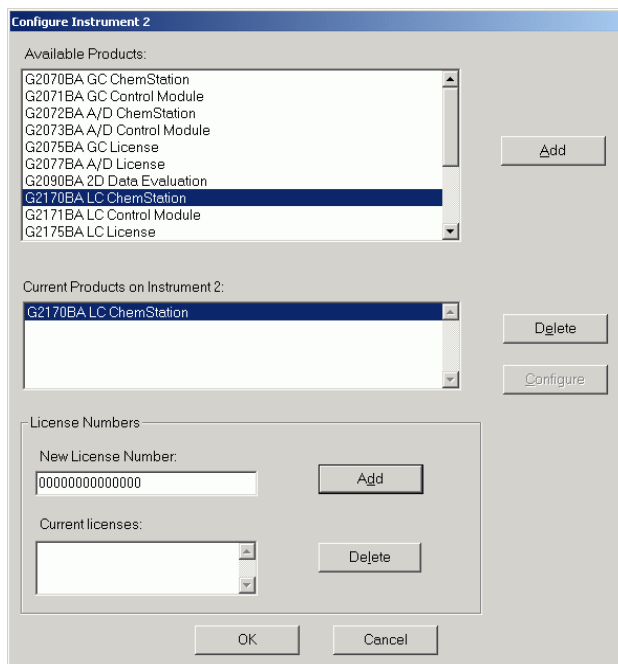

Abbildung 6 Konfigurationsfenster
- 9** Wählen Sie das gewünschte Softwaremodul in der Liste der verfügbaren Produkte im Dialogfeld **Instrument konfigurieren** aus und klicken Sie auf **Hinzufügen** (siehe Abbildung 6 auf Seite 24).